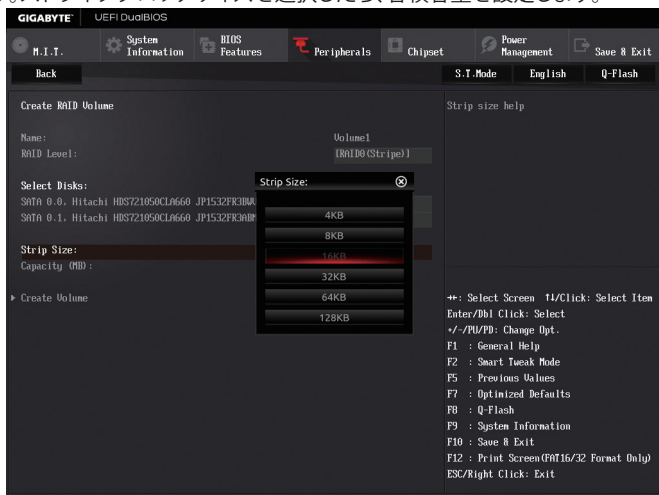

図 5
**Select Disks** の項目で、RAID アレイに含めるハードドライブを選択します。選択するハードドライブ上で <スペース> キーを押します (選択したハードドライブには "X" の印が付きます)。ストライプブロックサイズ (図 5) を設定します。ストライプブロックサイズは 4 KB~128 KB まで設定できます。ストライプブロックサイズを選択したら、容積容量を設定します。